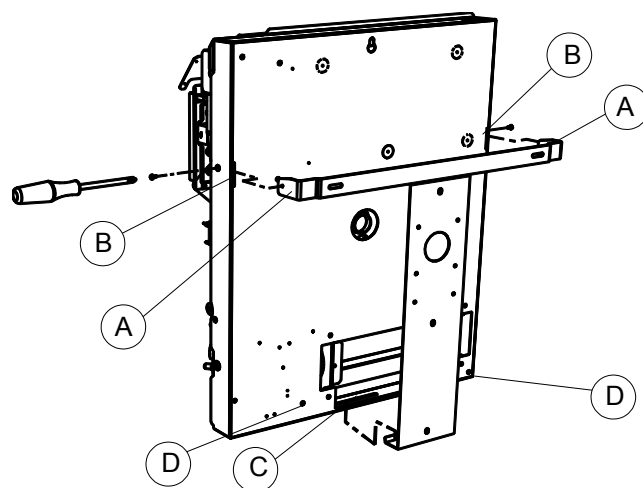

Figura 11 – Aggancio alla staffa di supporto
11. Montare il radiatore a parete appoggiando l'asola C presente sul bordo inferiore del telaio alla staffa di sostegno, come indicato in Figura 11.